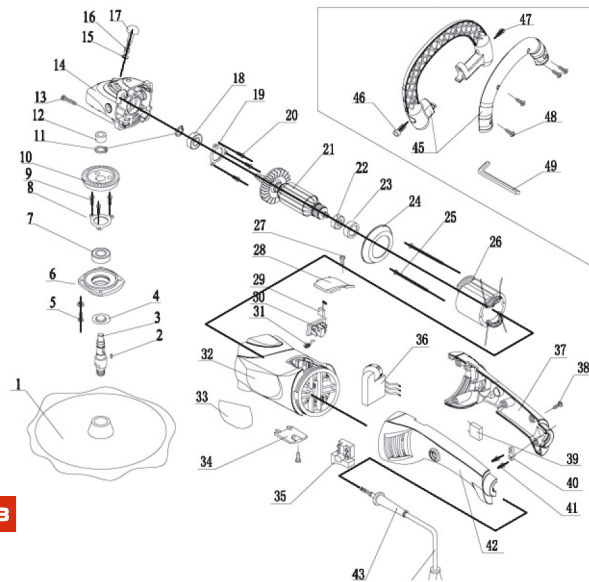
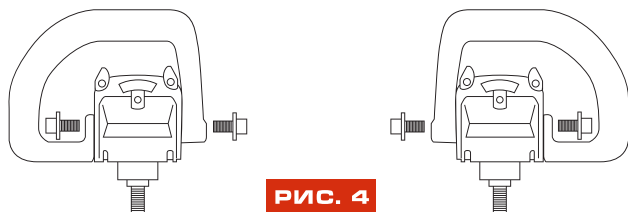

РИС. 3
РИС. 4
Перед началом работы всегда устанавливайте на инструмент D-образную ручку (2), показанную на Рис.1. Во время работы крепко удерживайте двумя руками ручку с переключателем и D-образную ручку. Установите болты (46) и (47), показанные на Рис.3, и затяните их с помощью шестигранного ключа. Кольцевая рукоятка может быть установлена, как это показано на Рис. 4, в двух разных положениях, в зависимости от того, какое из них более удобно для работы.